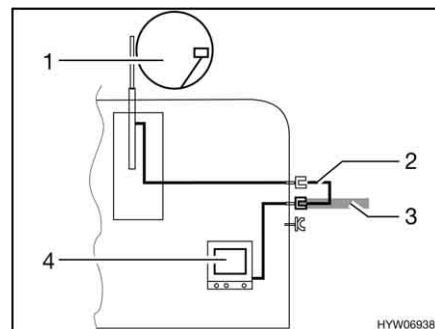

Fig. 174 Televisão no veículo
- Televisão no veículo (Fig. 174,4): Ligação da antena exterior (Fig. 174,1) com cabo de ligação (Fig. 174,2)
- Televisão no veículo (Fig. 174,4): Ligação à antena exterior (Fig. 174,3)